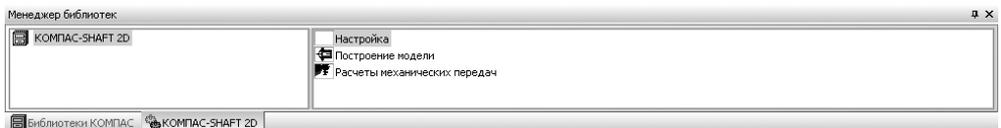

Рис. 5.2. Окно системы управления библиотеками **Менеджер библиотек** с добавленной и раскрытой системой КОМПАС-SHAFT 2D
- щелкните дважды в окне системы управления библиотеками **Менеджера библиотек** по системе КОМПАС-SHAFT 2D. Появится галочка, и через некоторое время произойдет подключение выделенной системы и раскроется ее содержимое, см. рис. 5.2;